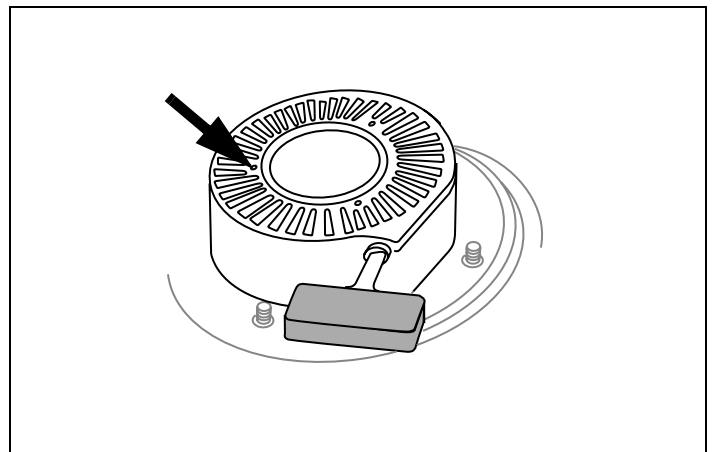

Figure 15. Démarreur à lanceur de rappel
3. Saisissez la poignée de la corde de lancement. Voir la Figure 15.